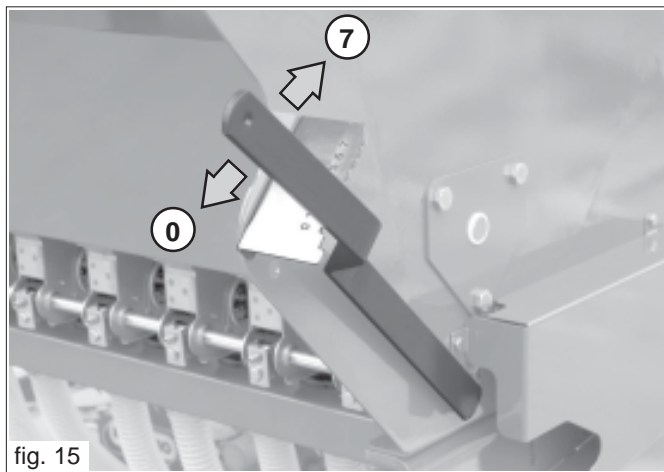

fig. 15
Der Einstellhebel der Abtaster (Abb. 15) befindet sich rechts auf der Maschine mit einer Regelskala von 1 bis 7. Je nach Art des Saatgutes muß der Hebel auf die in der Saatguttabelle angegebene Zahl eingestellt werden. Den Hebel des beweglichen Anschlags (rechts vom Trichter) auf die Meßleiste mit 7 Positionen stellen (Abb. 15):
- 1) Den Hebel (Abb. 15) auf die Position «0» stellen;